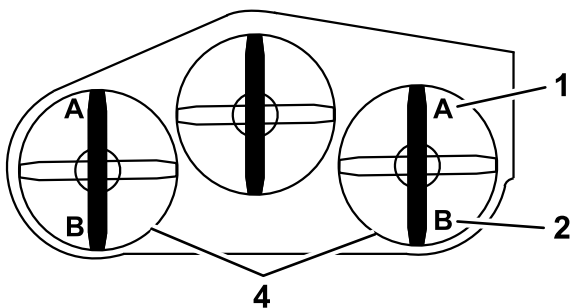

Figure 73
9. De chaque côté du tablier de coupe, mesurez la distance entre la surface plane et la pointe avant de la lame (position A), comme montré à la Figure 73.
16. De chaque côté du tablier de coupe, mesurez la distance entre la surface plane et la pointe arrière de la lame (position B), comme montré à la Figure 73.